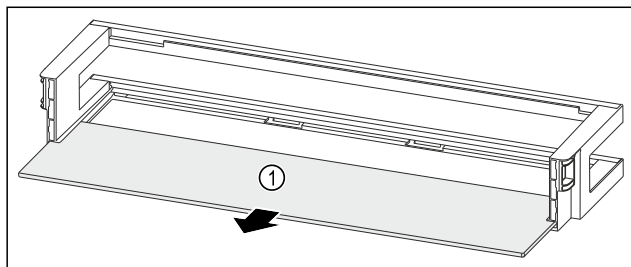

Fig. 87 Türabsteller mit Abstellfläche
- Abstellfläche Fig. 87 (1) entnehmen.